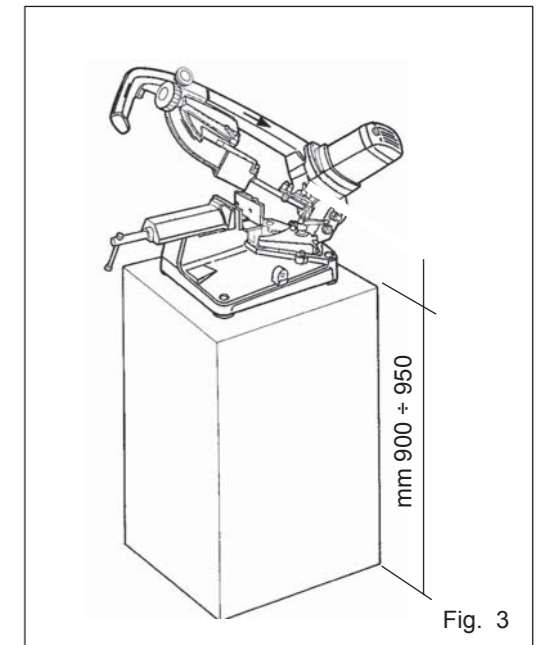

Fig. 3
4.2.1 POSICIONAMENTO/LOCAL DE TRABALHO ABS NG120 (Fig. 3) PT